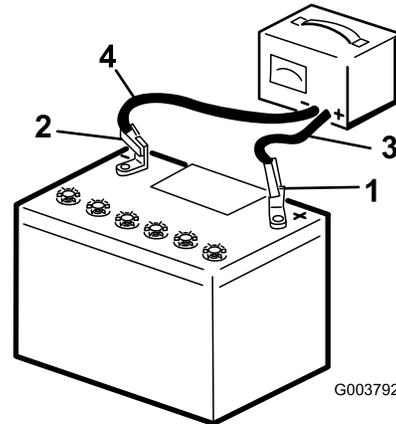

Рисунок 44
2. Заряжайте аккумулятор в течение 10-15 минут током 25-30 Ампер, или 30 минут током 4-6 Ампер (Рисунок 44). Не допускайте избыточного заряда аккумулятора.
3. После полной зарядки аккумулятора отсоедините зарядное устройство от электророзетки, а затем отсоедините провода зарядного устройства от штырей аккумулятора (Рисунок 44).